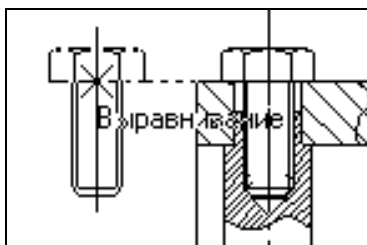

Рис. 26.40. Вставка болта в сборочный чертеж
- нажмите кнопку **ОК**. На экране появится фантом болта. С помощью привязок установите фантом болта в правую и левую платы, как на рис. 26.40. Обратите внимание на окно в верхней части. С его помощью вы можете изменить параметры вставки болта.